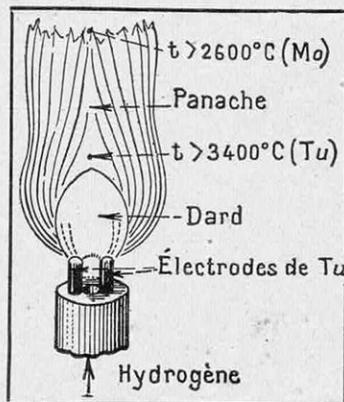

FIG. 3. — LA FLAMME INDUSTRIELLE LA PLUS CHAUDE, CELLE DE L'HYDROGÈNE ATOMIQUE DANS L'OXYGÈNE
La Science et la Vie a déjà rapporté, en son temps (1), cette belle découverte, due au physicien américain Langmuir, qui obtient la dissociation préalable de l'hydrogène en le faisant traverser un arc électrique incorporé au chalumeau oxyhydrique, ainsi que le rappelle notre schéma figure 3. Ce schéma révèle, d'ailleurs, la complexité de cette flamme, dont les applications industrielles se multiplient.